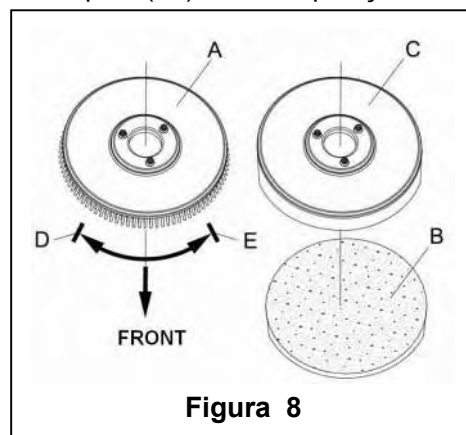

Figura 8
De acordo com o tipo de chão a ser limpo, deve instalar o suporte da escova (Figura 8, A) ou da almofada (Figura 8, B e C).
6. Se o Passo 5 acima for difícil de completar, utilize o método manual seguindo a seta (D) para instalar o suporte de escova/almofada (como mostrado na **Figura 8**).
7. Para descarregar o suporte de escova/almofada automaticamente, mude o interruptor de energia (41) para a posição "O". Utilize a sua mão para segurar o guião, e pressione a máquina para baixo até que a roda guia toque no chão e o suporte de escova/almofada fique no ar. Mude o interruptor de energia (41) para a posição "I", e pressione o interruptor de segurança para girar o suporte de escova/almofada até que caia no chão.
8. Se o Passo 7 acima for difícil de completar, utilize o método manual de girar o suporte na direcção oposta ao encaixe, e poderá retirá-lo (como mostrado na **Figura 8**).